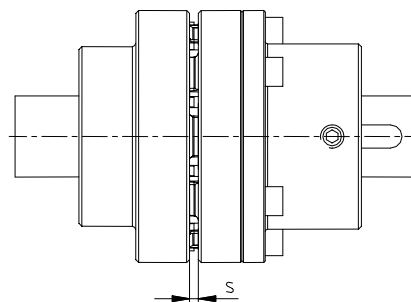

Fig. 32: Montaggio del giunto
- Controllare la dimensioni s (vedere fig. 32).